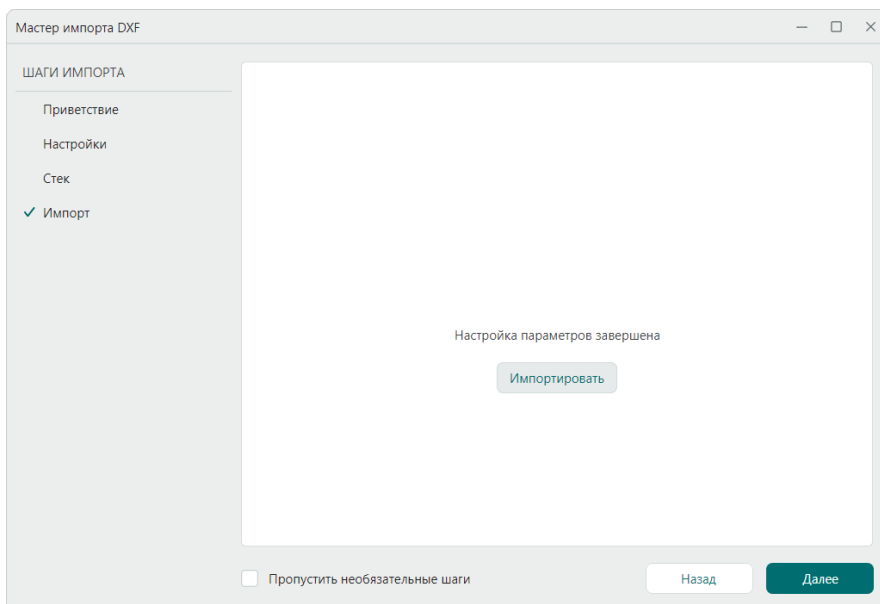

Рис. 81 Запуск импорта
7. Для запуска процесса импорта нажмите кнопку «Импортировать», см. Рис. 81.